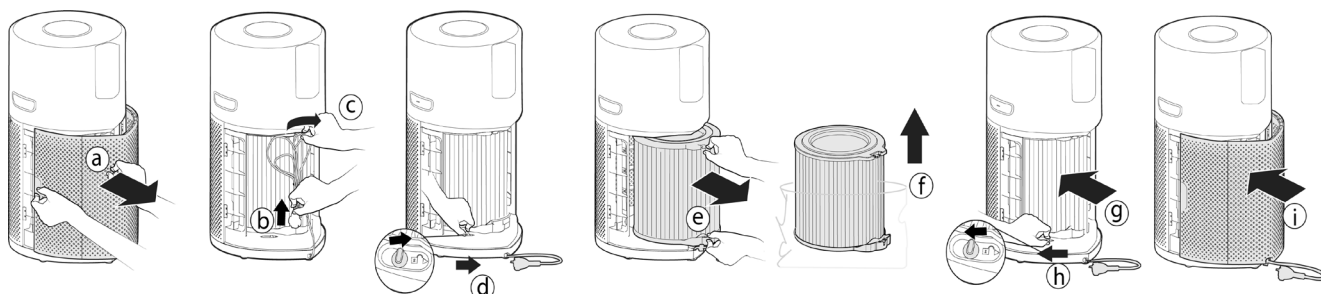

Fig. 1
2.1 INSTALL THE FILTER [Fig. 1]